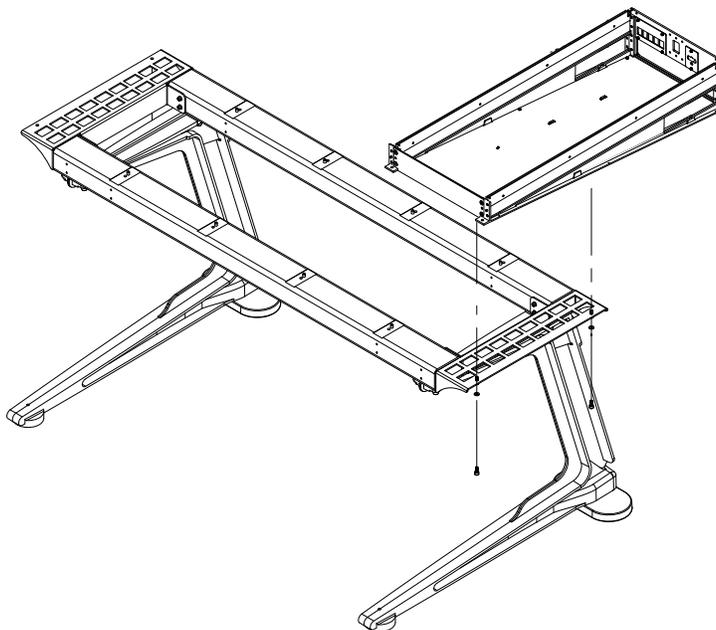

Abbildung 16. Anbringen des ersten Chassis an die Träger eines Beingestells
5 Wenn Ihr System ein Beingestell hat, montieren Sie das erste Chassis auf die Träger und befestigen Sie es mit Sechskantschrauben (den Trägern beiliegend) von unten lose an das rechte äußere Bord, wie in Abbildung 16 dargestellt. Vergewissern Sie sich, dass die Stifte auf der Oberseite der Träger an den Löchern in der Chassisbodenplatte ausgerichtet sind und durchpassen. Ziehen Sie die Schrauben noch nicht fest.
- 7 Wenn Ihr System ein Beigestell hat, montieren Sie das zweite Chassis auf die Träger und befestigen Sie es mit weiteren Sechskantschrauben, die den Trägern beiliegen (siehe Abbildung 16). Ziehen Sie sie fest genug an, sodass sie das Chassis befestigen, aber nicht allzu straff befestigt sind.